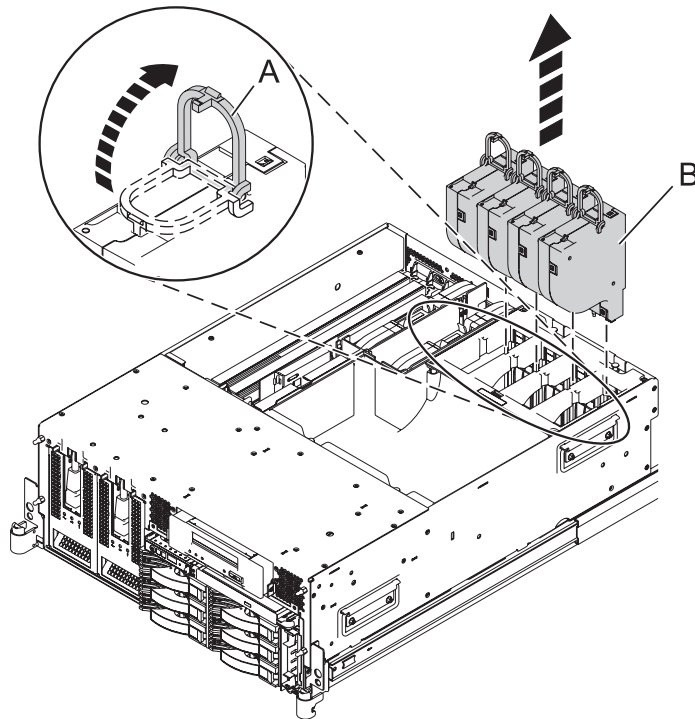

Figure 20. Retrait des ventilateurs
9. Retirez les ventilateurs en soulevant chacun des taquets d'extraction (A) puis en extrayant les ventilateurs (B) du système comme indiqué à la figure 20.